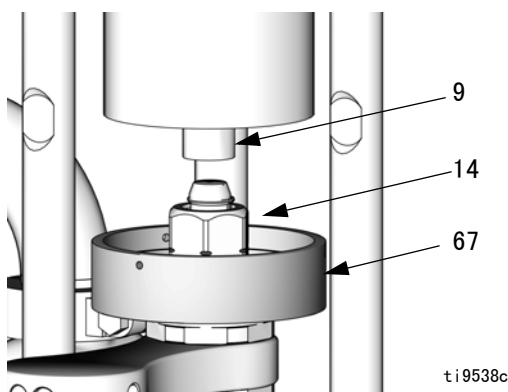

图 7. 放置收集器
3. 请参见图 7。将收集器（67）置于联接螺母（14）上，并向下拉至泵活塞柱。